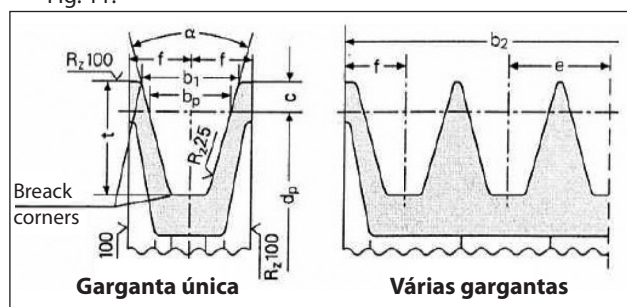

Fig. 10
- Use polias para a correia trapezoidal com as dimensões da garganta prescrita/aconselhada pelo fabricante da correia usada. Na falta das orientações, siga a Fig. 10 e a tabela da Fig. 11.